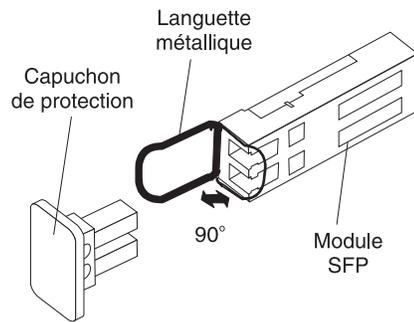

Figure 60. Déverrouillage d'un module SFP équipé d'une languette métallique
- Pour les modules SFP équipés d'une languette métallique, déverrouillez le module en déplaçant la languette d'environ 90° vers l'extérieur, comme illustré dans la figure 60.